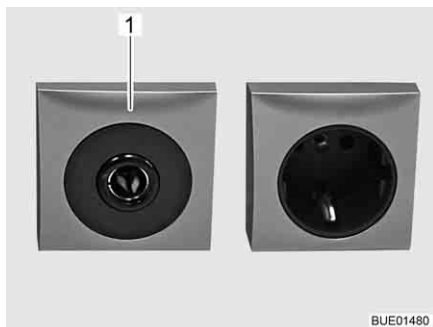

Fig. 152 Presa 12 V/10 A
- ▷ Alle prese (Fig. 152,1) della rete di bordo a 12 V, connettere solo apparecchi funzionanti al massimo a 10 A.